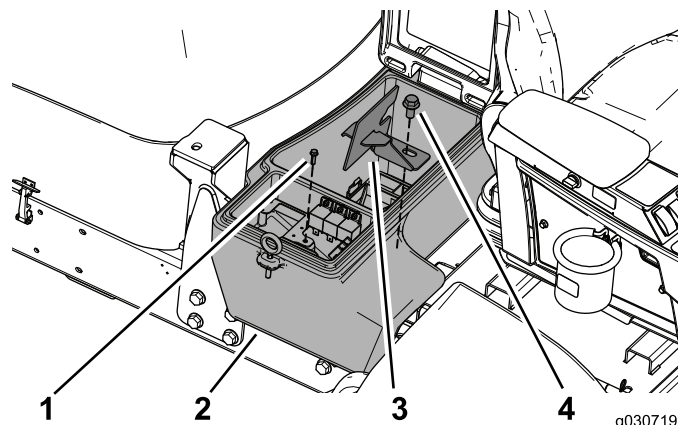

Figura 22
5. Utilizzate la vite per fissare la piastra del cablaggio preassemblata alla macchina e utilizzate il bullone (1/2 x 1 poll.) per fissare la fascetta del vano batteria e il vano batteria alla macchina (Figura 22).